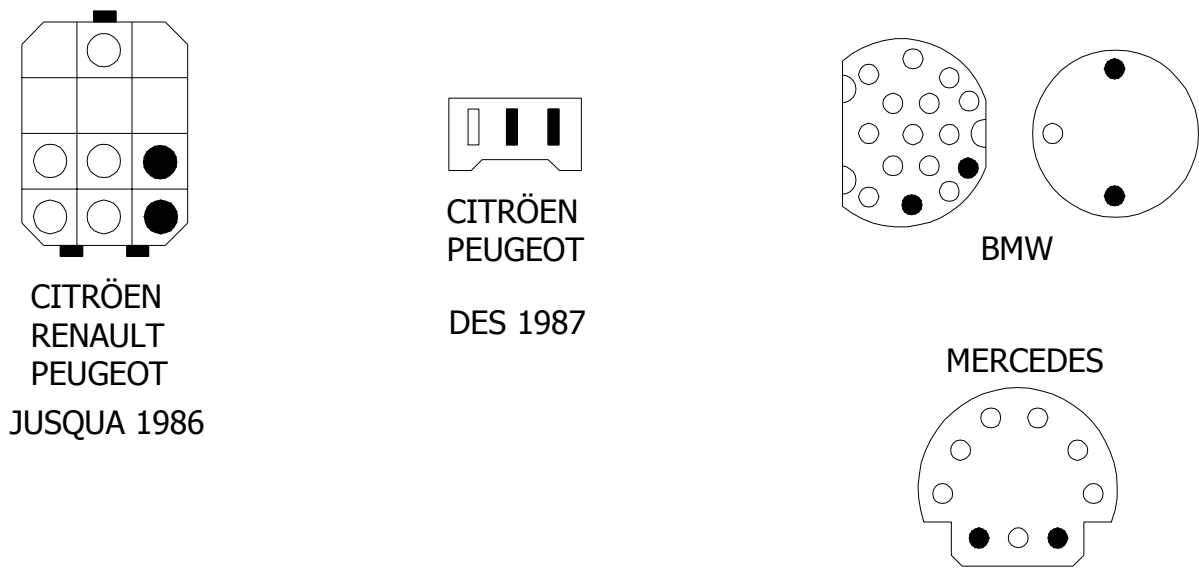

Fig. 1
- Effectuer les connexions et insérer le câble capteur dans la prise spéciale placée dans le logement du moteur (voir Fig. 1).
- Appuyer sur la touche **pistolet/capteur (8)** et s'assurer que la **del degrés avance capteur (4)** s'allume.
- Appuyer sur la touche **sélection capteur (6)** et s'assurer que un del deux **del (5)** ou **(7)** correspondant au capteur sélectionné s'allume (positif ou négatif).
- S'assurer que l'afficheur des degrés indique le déphasage correcte du capteur par rapport au PMH (voir Tab. 1). Dans le cas contraire régler la valeur en tournant le **Commutateur (10)**.